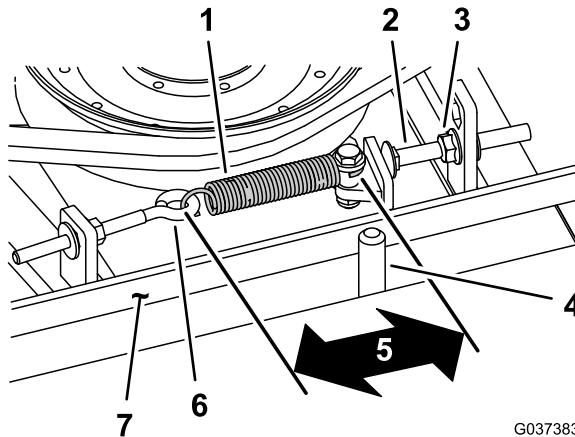

Figure 77
Lorsque le ressort d'extension est correctement tendu, l'intérieur doit mesurer (d'un crochet à l'autre) entre 8,3 et 9,5 cm (3 $\frac{1}{4}$  à 3 $\frac{3}{4}$  po). Lorsque le ressort est correctement tendu, ajustez le boulon d'arrêt (boulon de carrosserie) jusqu'à obtention d'un jeu d'environ 2 à 5 mm (0,065 à 0,185 po) entre la tête du boulon et le bras de la poulie de tension (Figure 77).
**Remarque:** La courroie doit être placée du côté ressort du guide (Figure 77).
2. Desserrez le boulon à œil pour pouvoir enlever le ressort d'extension (Figure 77).
3. Desserrez l'écrou à embase qui fixe le boulon d'arrêt à la patte de montage, et écartez la poulie de tension de la courroie pour détendre cette dernière (Figure 77).
9. Raccrochez le ressort d'extension (Figure 77) au boulon à œil et tendez la courroie comme suit :